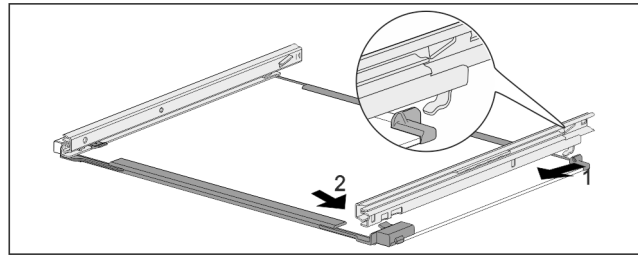

Fig. 196 Glasplatte mit Schienen
- ▶ Schiene hinten einhaken. Fig. 196 (1)
- ▶ Schiene vorne einrasten. Fig. 196 (2)